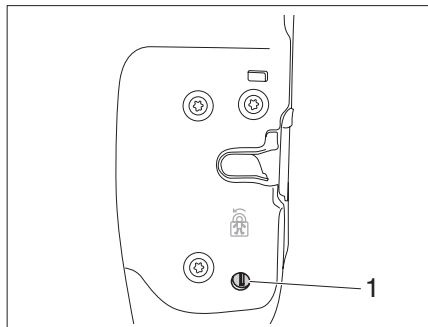

Fig. 13 Activer/désactiver la sécurité enfant
Le bouton rotatif de la sécurité enfant (Fig. 13, 1) se trouve sur le bord de fermeture de la porte coulissante.
- ▶ Insérer la clé de voiture dans la fente du bouton rotatif (Fig. 13,1).